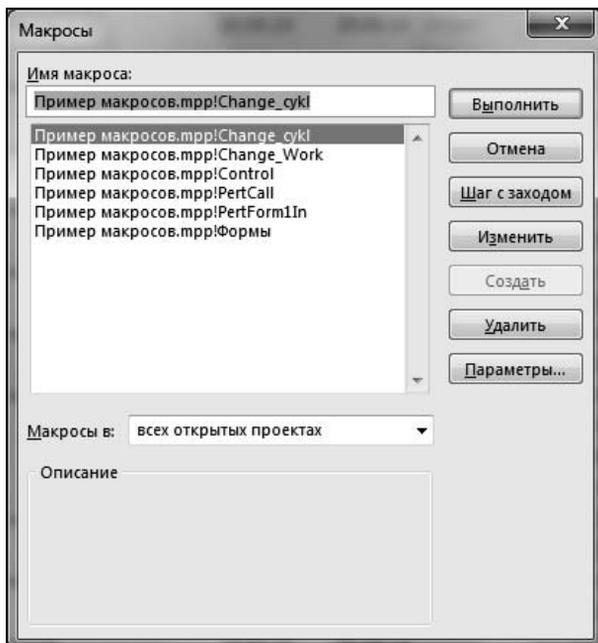

Рис. 11.3. Окно выбора макроса
3. Выбрать вкладку ленты меню **Разработчик** и в области **Код** нажать кнопку **Макросы**. Открываемое при этом окно показано на рис. 11.3. Макросы, которые хранятся в файле стандартных настроек Global.MPT, имеют простые наименования. Наименования макросов, которые хранятся в другом файле, в качестве префикса имеют имя файла, отделенное от имени макроса восклицательным знаком.
4. В показанном на рис. 11.3 окне с помощью левой кнопки мыши выбрать макрос **Пример макросов.mpp!Change_цикл** и нажать кнопку **Выполнить**. Это приведет в запуску макроса.
3. Выбрать вкладку ленты меню **Разработчик** и в области **Код** нажать кнопку **Макросы**. Открываемое при этом окно показано на рис. 11.3.
4. В показанном на рис. 11.3 окне с помощью левой кнопки мыши выбрать макрос **Пример макросов.mpp!Change_Work** и нажать кнопку **Выполнить**. Это приведет к запуску макроса.